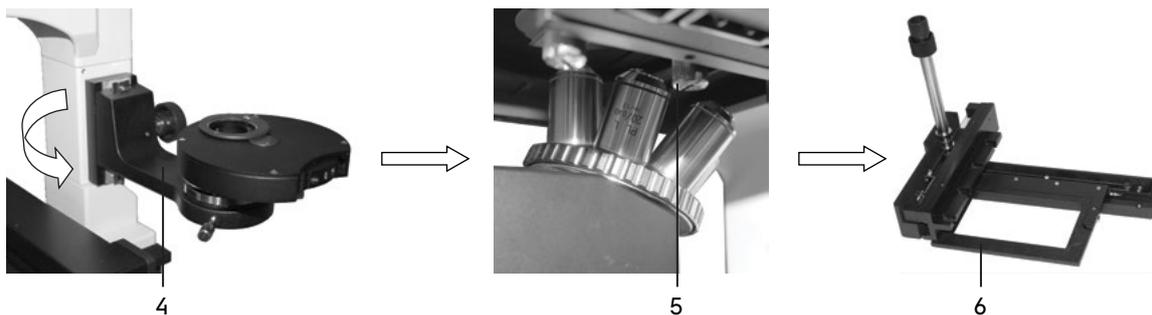

Рис. 16. Подготовка объектов к исследованию в высокой посуде
При исследовании объектов в высокой посуде необходимо вывести конденсорное устройство **4** из оптической оси. Для этого ослабьте винт справа на штативе и поверните блок штатива с устройством против часовой стрелки, как показано стрелкой на рис. 16.
1. Снимите устройство перемещения объекта (см. пояснения к рис. 16).